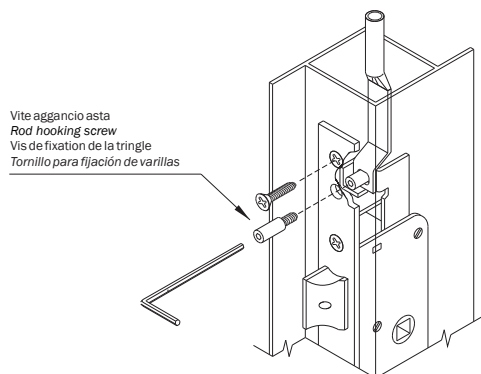

Fig. 2
N.B. avvitare le viti completamente in battuta sui rinvii. **Fig. 2**
N.B.: Screw down the screws completely against the through and return mechanisms **Fig. 2**
- 8) Fixer les tringles aux mécanismes de renvoi au moyen des vis correspondantes qui sont déjà introduites dans les trous sur la tête, en utilisant une clé à six pans de 2,5 mm. N.B. serrer les vis en butée sur les mécanismes de renvoi **Fig. 2**
- 8) Enganchar las varillas a las contromarchas; para ello, introducir los tornillos correspondientes dentro de los agujeros que se encuentran en la parte frontal, utilizando una llave hexagonal de 2,5 mm. **Fig. 2**